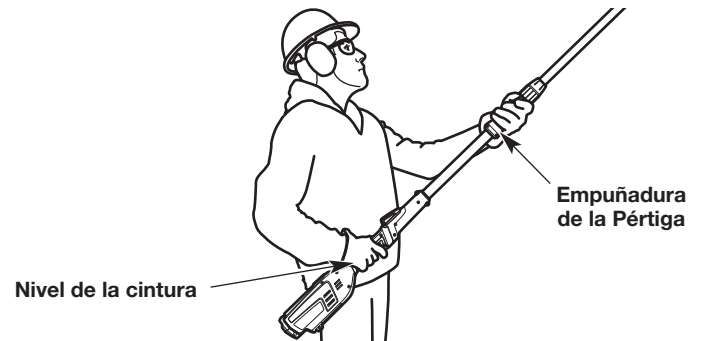

Fig. 13
- Sujete la unidad a la altura de la cintura (Fig. 13).